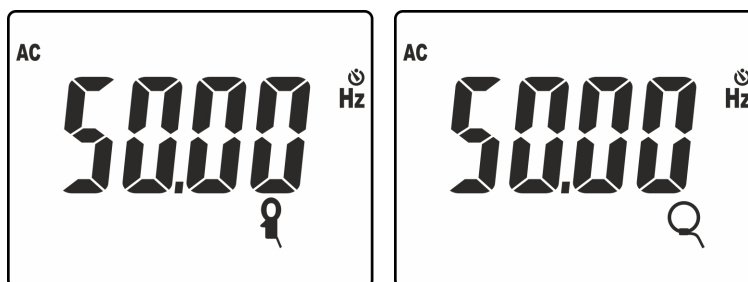

Fig. 38: Résultat de mesure de fréquence avec pince standard et flexible
9. Cliquer sur la touche **MODE/MXMNPK** pour afficher la valeur de la fréquence du courant AC avec une résolution élevée (voir Fig. 38)